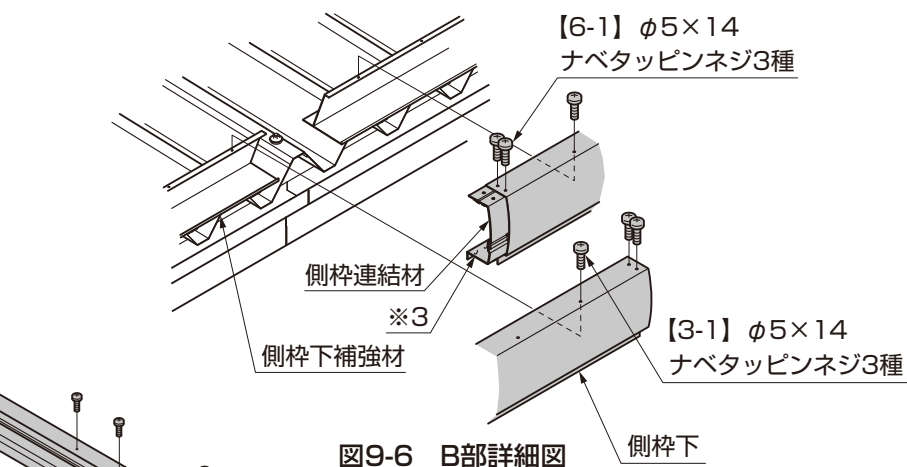

図9-6 B部詳細図
- ① 側枠連結材を片側の側枠下に【6-1】で取付けてください。(図9-6参照)
- ② 側枠連結材を取付けた側枠下を側枠下補強材に【3-1】で取付けてください。(図9-6参照)
- ③ もう一方の側枠下を側枠下連結材に【6-1】で前枠と側枠下補強材に【3-1】、端部キャップに【6-3】で取付けてください。